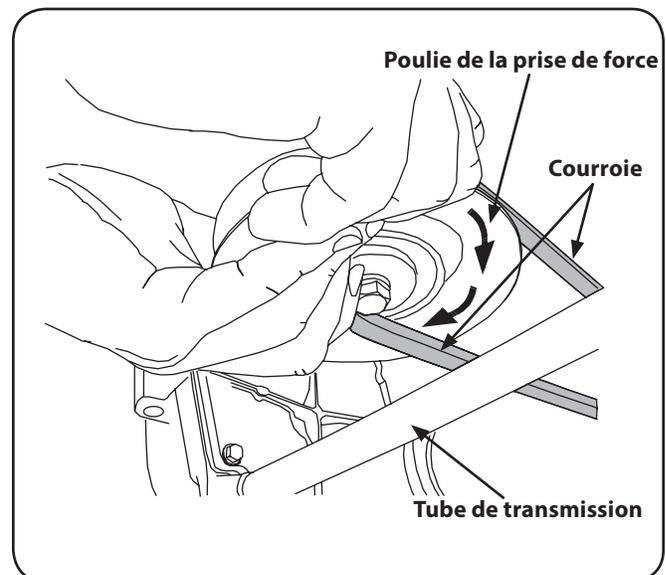

Figure 7-5
- d. Maintenez la courroie vers le bas et continuez de tourner la poulie de la prise de force jusqu'à ce que la courroie soit complètement dégagée de la poulie. Voir Figure 7-5.
- Tirez sur le côté droit de la courroie et placez le côté plus étroit en forme de « V » de la courroie dans la poulie de la prise de force. Voir Figure 7-5.
- Tenez la courroie et la poulie, puis faites pivoter la poulie vers la gauche. Voir Figure 7-5. Continuez à tenir et à faire pivoter la poulie et la courroie jusqu'à ce que la courroie soit complètement enroulée autour de la poulie de la prise de force.